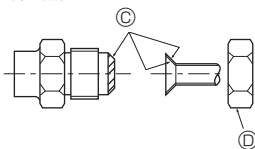

Fig. 4-1
- Vor dem Anziehen der Konusmutter eine dünne Schicht Kältemittel-Öl auf das Rohr und auf die Oberfläche des Sitzes an der Nahtstelle auftragen. Ⓐ (Fig. 4-1)
- Mit zwei Schraubenschlüsseln die Rohrleitungsanschlüsse fest anziehen. Ⓑ (Fig. 4-1)
- Tragen Sie Kältemaschinenöl auf die gesamte Konusaufschlagfläche auf. Ⓒ (Fig. 4-1)
- Die Konusmutter für die nachstehende Rohrgröße verwenden. Ⓓ (Fig. 4-1)
Ⓐ (Fig. 4-1)
Ⓑ (Fig. 4-1)